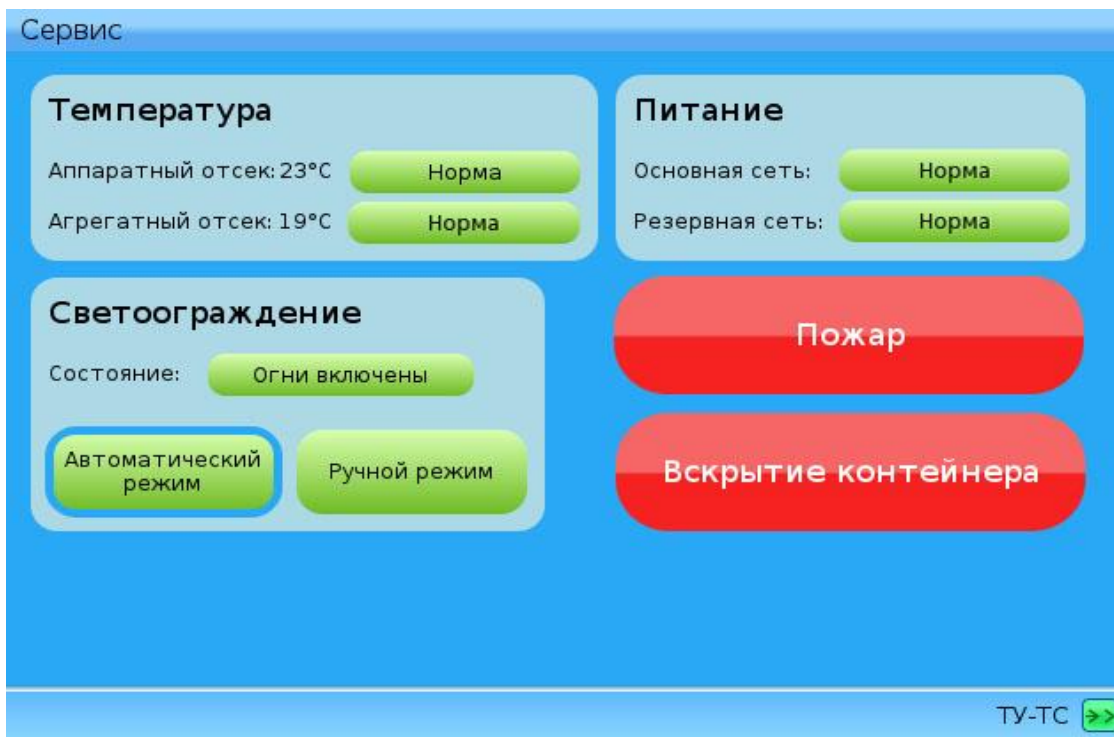

Рисунок 9
2.3.2.1 Индикаторы «Пожар» и «Вскрытие контейнера» светятся красным цветом в случае возгорания контейнера или несанкционированного проникновения в контейнер (см. рисунок 9).